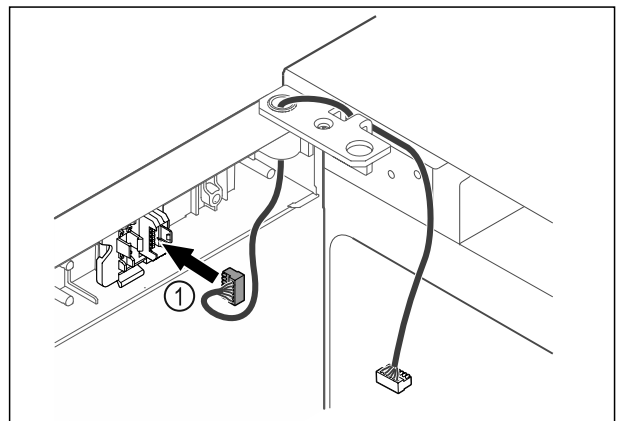

Fig. 41
- ▶ Sett pluggen Fig. 41 (1) i pluggholderen.